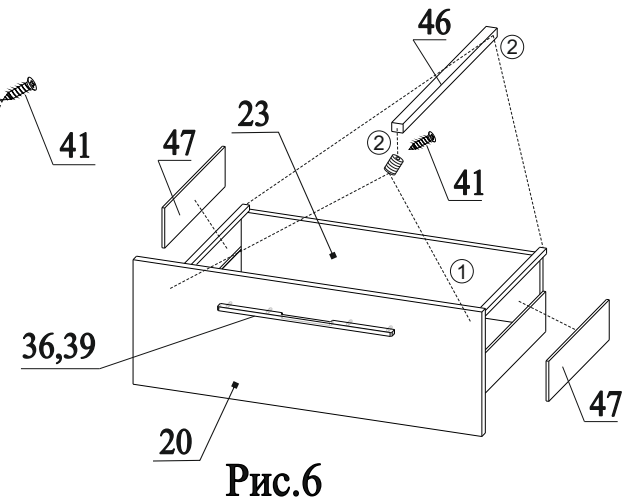

Рис.6
21. Вставить держатели надставки 46 в деталь 20 (1). Вкрутить в них шуруп 41. Соединить надставку с держателем и деталью 23 (2). Установить комплект адаптеров 47. Более подробная инструкция находится в комплекте 46 и 47 (рис.6);